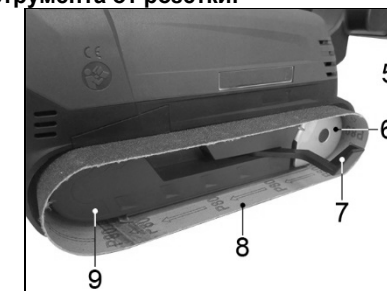

Рис. 5.
7.1 Установка шлифовальной ленты (Рис. 5)